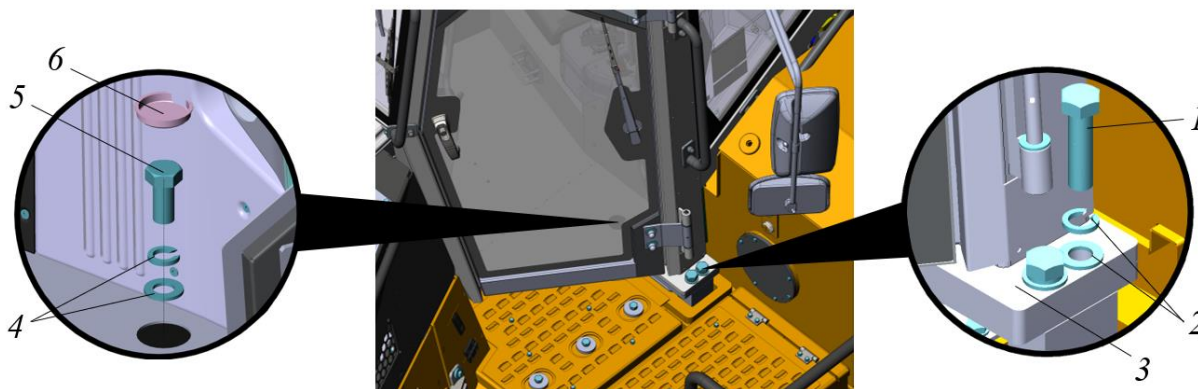

Рисунок 5.18. Крепление передних опор кабины
- Ключом  на 36 выкрутить по два болта 1 из каждой опоры 3, снять шайбы 2, рис. 5.18.
- ▶ Спереди закрепить кабину штатным крепежом, см. поз. 1-2 рис. 5.18.